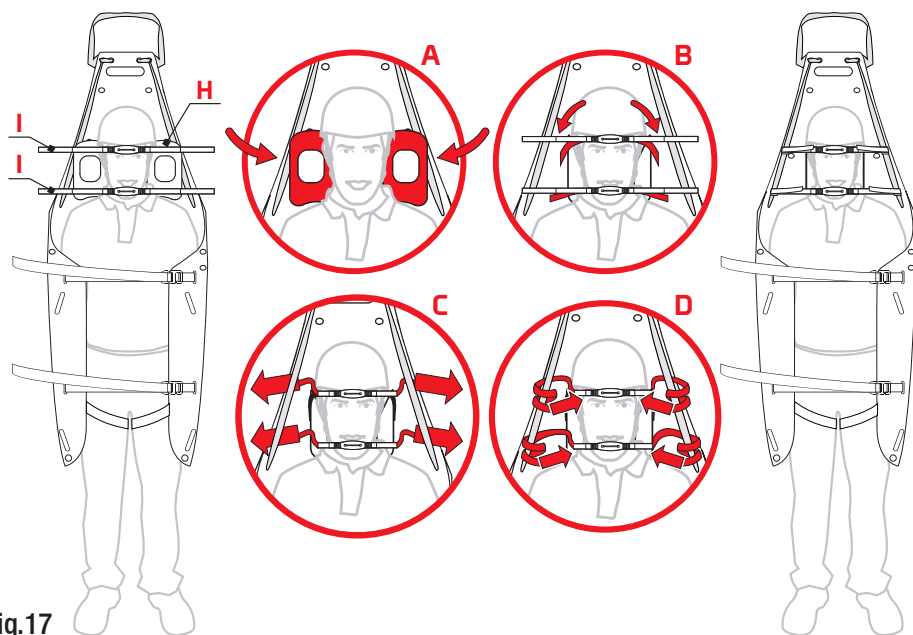

Fig.17
- fissare le mentoniere (I) al fermacapo HRP (H) mediante il velcro (fig. 17),
- avvolgere il velcro delle mentoniere (I) sulla corda (M) o sulla fettuccia (E) e farlo aderire su se stesso (fig. 17).